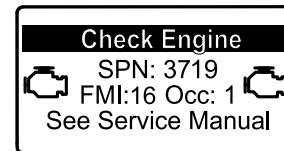

Figure 46
- Si une régénération en stationnement est nécessaire, l'InfoCenter affiche l'avertissement SPN 3719, FMI 16 (Figure 46) et le calculateur moteur réduit la puissance du moteur à 85 %.